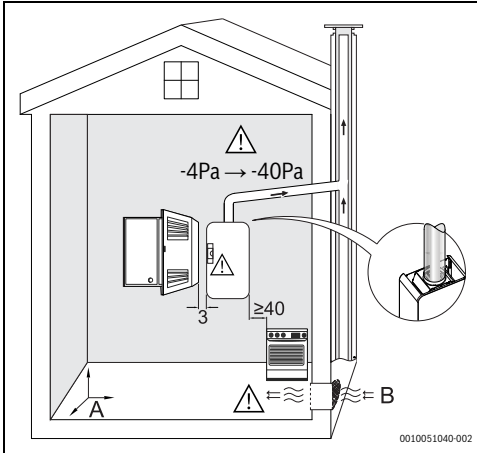

Fig. 11 Requisiti minimi
- ▶ Rispettare le misure minime di installazione indicate nella fig. 11.
- ▶ Garantire la buona accessibilità per i lavori di manutenzione, rispettando le requisiti minimi indicate nella fig. 11.